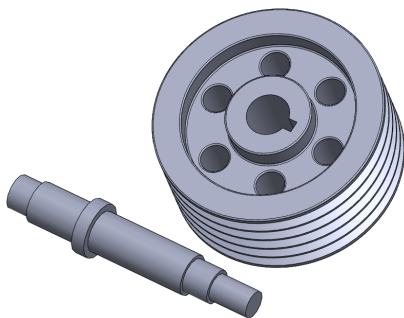

图 10-11 插入零部件
(2) 单击【插入零部件】按钮，在绘图区合适位置处，插入相应的零部件对象，如图 10-11 所示。